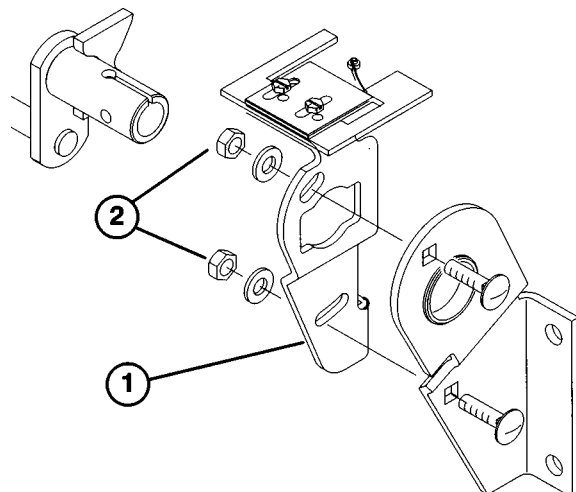

Fig. 28
4. Løsn de to låsemøtrikker, der fastholder pumpepladen, så pladen kan bevæge sig frit (Fig. 28).
5. Start motoren og drej pumpepladen (Fig. 28) i enten den ene eller anden retning, indtil hjulet holder op med at dreje.
6. Stop motoren og spænd låsemøtrikkerne, så pumpepladen fastholdes (Fig. 28).